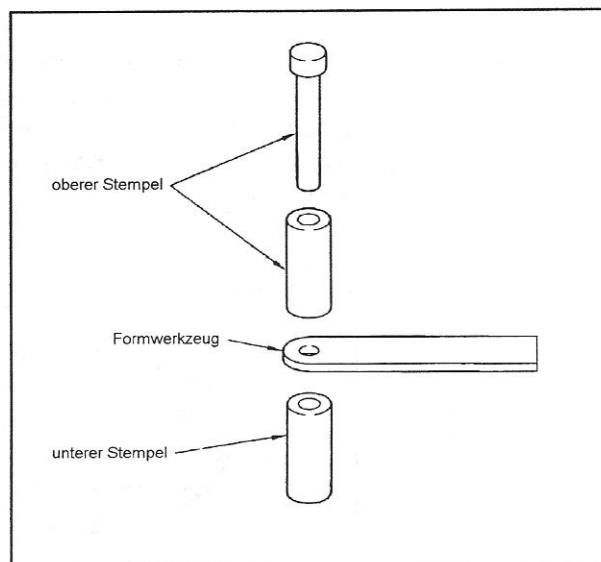

Abbildung 4.6 — Der hermetische Stempelsatz
4. Stellen Sie den unteren hermetischen Stempel (s. Abbildung 4.6) in die untere Stempelhalterung.
- d. Probieren Sie an einigen Tiegeln aus, ob die eingestellte Stempelhöhe zu guten Ergebnissen führt: Der Tiegelboden sollte keinerlei Verformung aufweisen, und der Siegelfalz sollte rundherum gleichmäßig glatt sein (s. Abbildung 4.6).